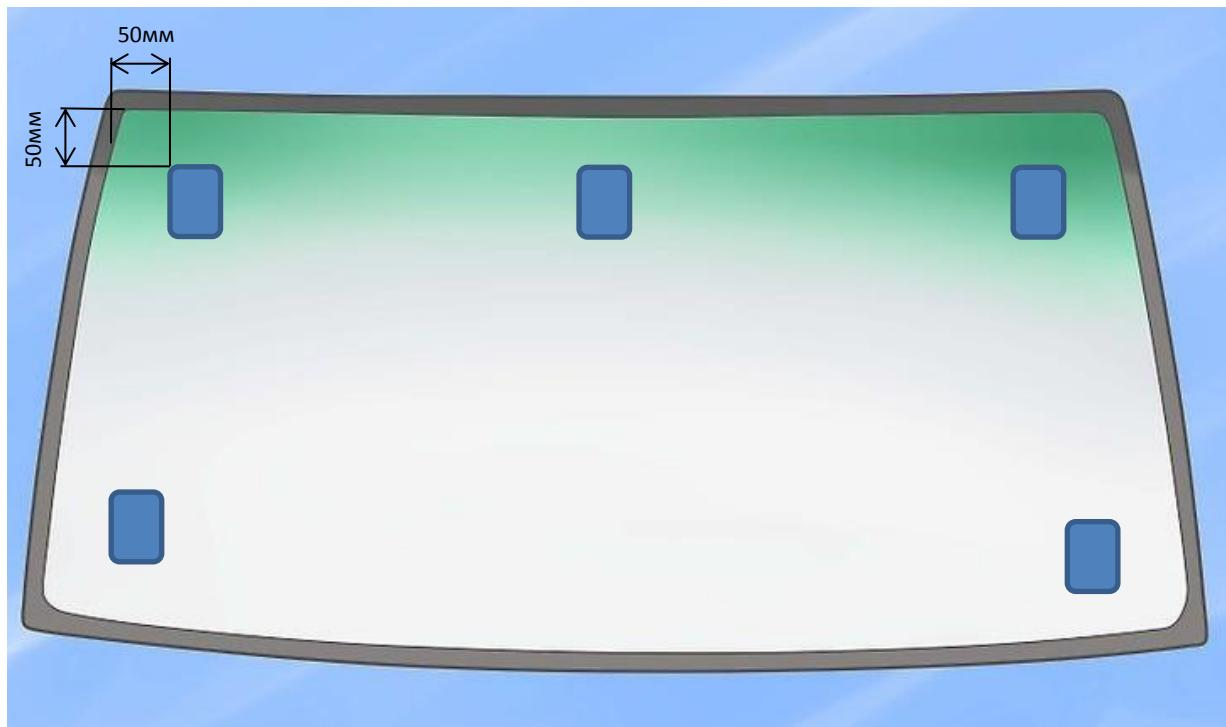

Рисунок 5. Варианты расположения на лобовом стекле.
2. Открытая установка. Терминал монтируется внутри салона автомобиля, горизонтально, логотипом вверх, на приборную панель, либо под углом до 90 градусов на лобовое стекло, логотипом вперед по ходу движения (рис. 5). Питание терминала может быть как от бортовой сети 12/24 В, так и через USB порт от специального адаптера, с выходом USB 5В, 1А.